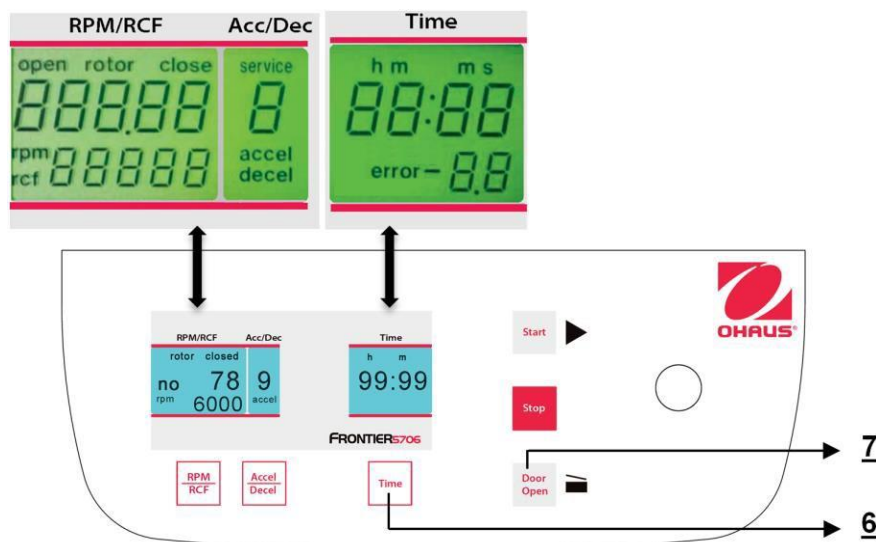

Figure. 26
La centrifugeuse étant hors tension, appuyer simultanément sur les touches **"Time"**(6) et **"Door Open"** (7), et mettre la centrifugeuse sous tension avec le commutateur principal. Relâcher les deux touches ; il en résultera l'exécution d'un test de l'affichage pendant environ 5 secondes. Tous les indicateurs apparaîtront simultanément (voir la figure 26).